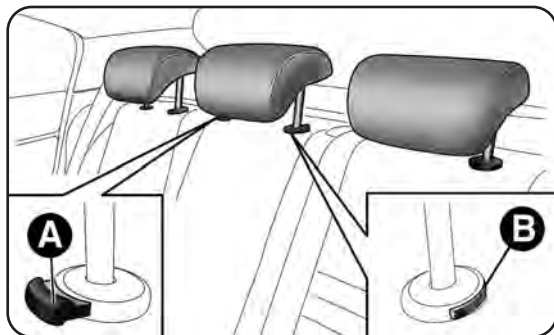

fig. 74
- solleva gli poggiatesta fino all'altezza massima, premi entrambi i pulsanti A e B-fig. 74 a lato dei due sostegni, quindi rimuovi gli appoggiatesta sfilandoli verso l'alto;